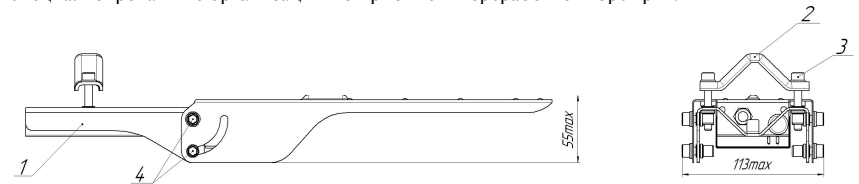

Рис. 1
- а) кронштейн (1) (рис. 1) установить на трубу, предварительно ослабив болты М6 (3) закрепить скобой (2);